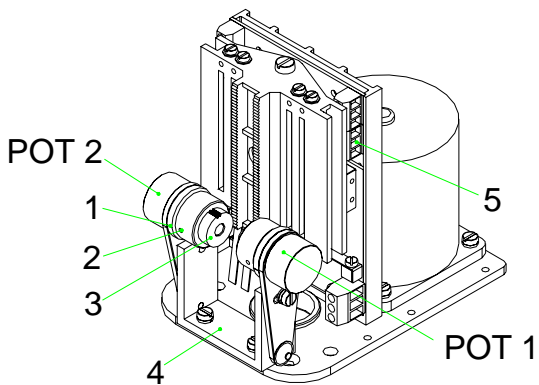

Bild 4
- Dévisser la petite vis (fig 4 position 2 ) ensuite tourner la bague de réglage de sorte que les cames et la position d'arrêt du potentiomètre coïncident .(position à 10% de la valeur max ohmique standardisée)